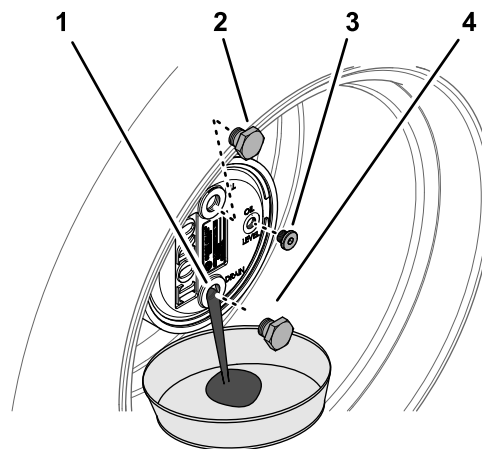

Figura 106
2. Retire el tapón de llenado en la posición de las 12 y compruebe el tapón en la posición de las 3 (Figura 106).
3. Coloque un recipiente debajo del cubo planetario, retire el tapón de vaciado en la posición de las 6 y deje que se drene el aceite (Figura 106).
- Instale el tapón de vaciado en el orificio de vaciado del alojamiento de los engranajes planetarios (Figura 106).